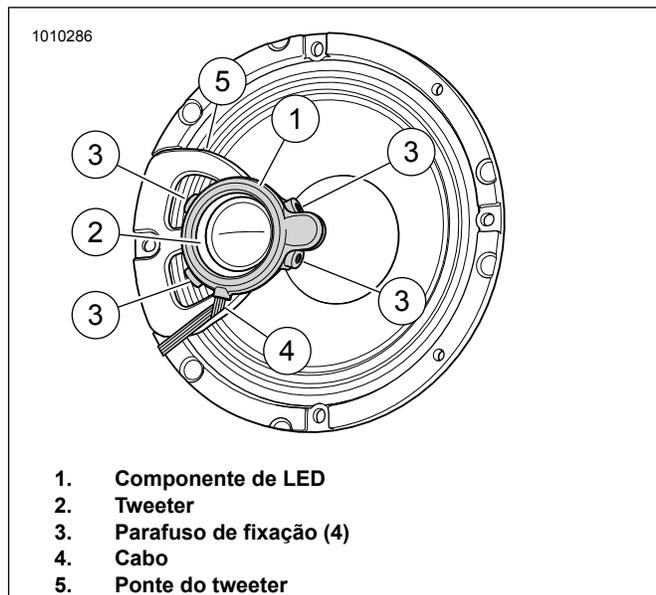

Figura 2. Alto-falante FLH, tweeter, ponte do tweeter e luz LED
Veja a figura 2. Coloque o componente de LED (1) no tweeter (2) conforme mostrado. Aperte levemente o componente de LED no local.